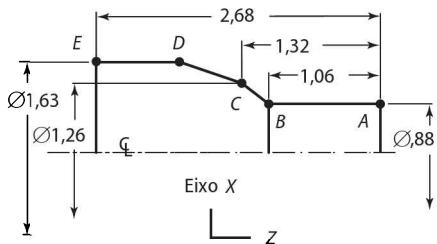

Figura 1-34 Perguntas e problemas sobre torneamento.
4. Esboce o local correto do PZP para o trabalho no torno na Figura 1-34. Nota do aluno: Muitas vezes, apenas metade do perfil é mostrado na peça torneada.